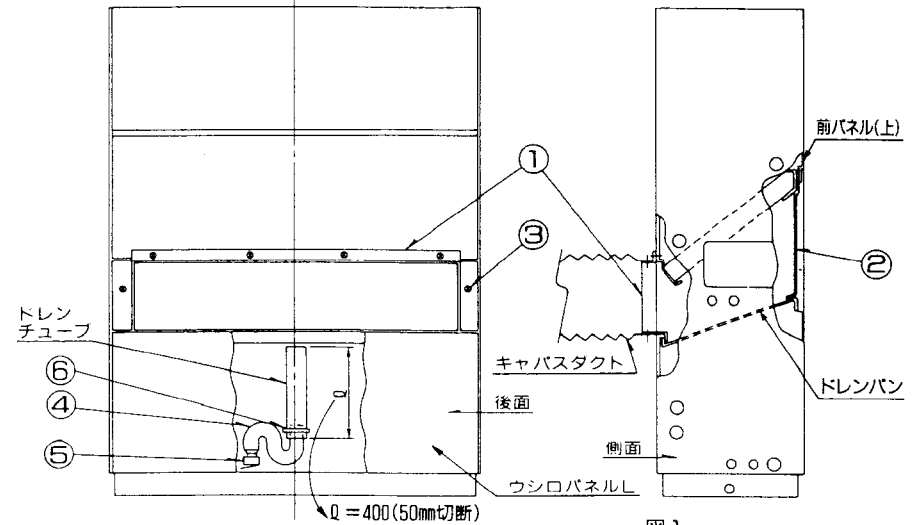

図1
- (1) 本体後面のウシロパネルLを取り外し、ドレンチューブを図1に示す長さに切断してください。(図1)
- (2) 切断したドレンチューブの先端に④トラップを差し込み⑥固定バンドにてしっかり固定してください。(図1)
- (3) ④トラップの先端に⑤ペンを差し込んでください。(図1)
- (4) ウシロパネルLを元通り取り付けてください。
- (5) 本体後面の吸込口に①後吸込ダクトフランジを③タッピンネジで取り付けてください。(図1)